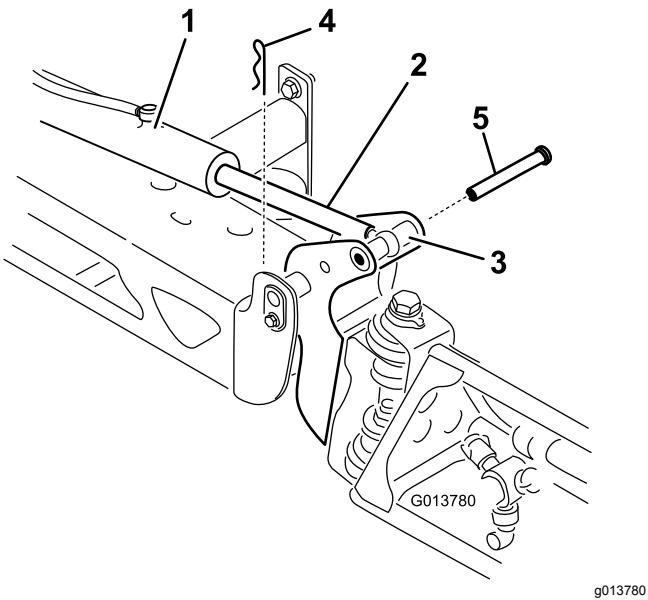

Figura 93
2. Togliete la coppiglia dal perno di articolazione (Figura 93).
3. Sollevate la barra, togliete il perno (Figura 93) e fate scendere lentamente la barra a terra.
9. Tenete ferma la barra e inserite il perno attraverso il perno della barra e l'asta dell'attuatore (Figura 93).